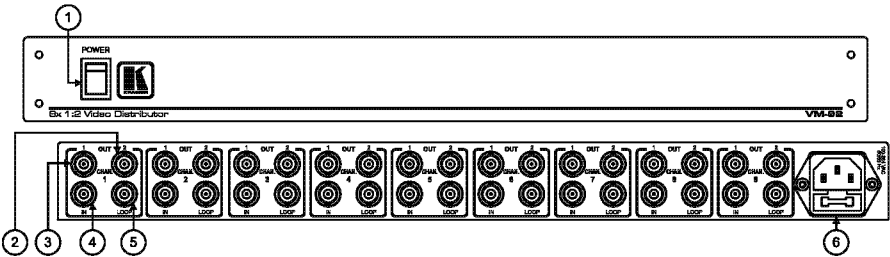

Рис. 1. Усилитель-распределитель VM-92
- передней и задней панелях (рис. 1 и табл. 1)